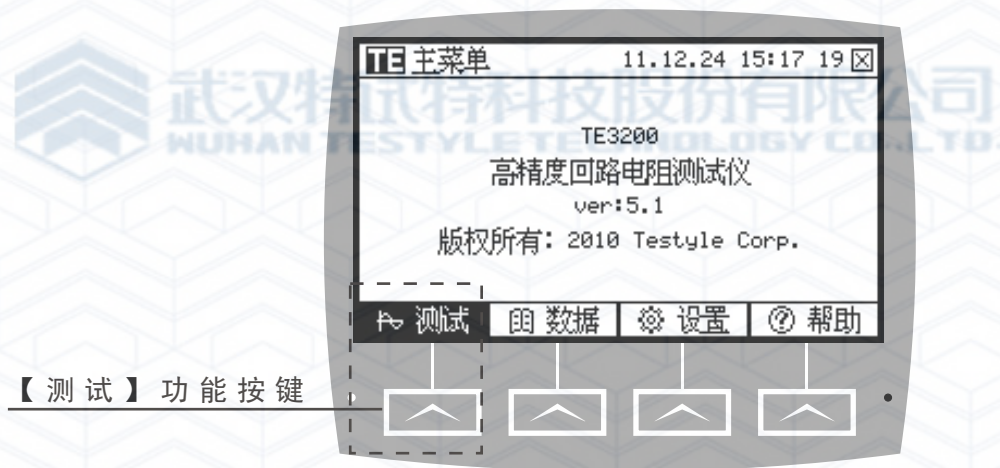

图1.3.3
如图1.3.3，按下【测试】功能按键后，测试功能生效。功能按键介绍请见第二部分详细介绍相关章节。
- (2) 合上电源开关，显示主菜单后(见图1.3.3)，按【测试】功能按键，进入测试参数设置界面（见图1.5.2），按【设置电流】和【设置时长】按键选择设置参数，按【开始测试】开始测试。